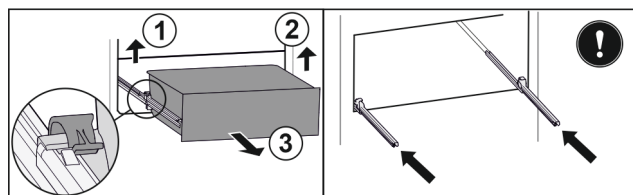

Fig. 152
- Zvedněte levou svorku a současně vytáhněte zásuvku vlevo dopředu. *Fig. 152 (1)*
- Zvedněte pravou svorku a současně vytáhněte zásuvku vpravo dopředu. *Fig. 152 (2)*
- Vyjměte zásuvku dopředu. *Fig. 152 (3)*